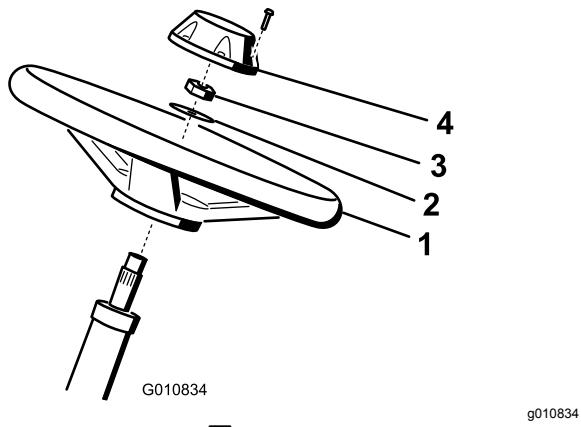

図 5
- ハンドルをステアリングシャフトにはめ込む図 5。
- ワッシャをステアリングシャフトにはめ込む図 5。
- ロックナットでハンドルを固定し、 $2735\text{N}\cdot\text{m}$ $2.83.6\text{kg/m} = 2026\text{ft-lb}$ にトルク締めする図 5。
- キャップを取り付け、ボルト6本で固定する図 5。